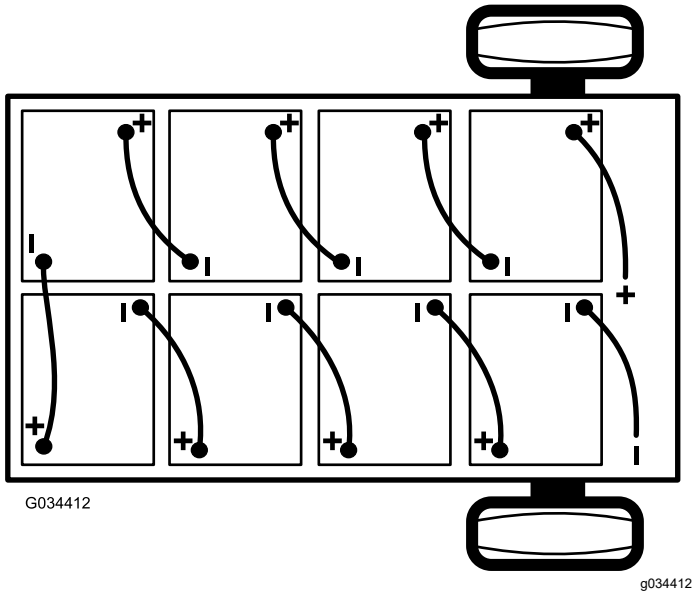

Bild 40
2. Schließen Sie das Hauptminuskabel (schwarz) ab, mit dem die Batterien an der Erdungsstelle der Maschine angeschlossen sind (Bild 40).
- Schließen Sie das Hauptpluskabel (rot) der Batterie ab, mit dem die Bank der Batterien am Hauptanschluss der Maschine angeschlossen ist (Bild 40).
Hinweis: Achten Sie auf die Batteriepolartität, wenn Sie neue Batterien einsetzen (Bild 40).
- Schließen Sie die Batterien mit den Batterieverbindungskabeln, die Sie in Schritt 1 entfernt haben, zusammen, wie in Bild 40 abgebildet.
- Schließen Sie das Hauptpluskabel (rot) der Batterie zwischen der Bank der Batterien und der Maschine an (Bild 40).
- Schließen Sie das Hauptminuskabel (schwarz) zwischen den Batterien und der Maschine an (Bild 40).